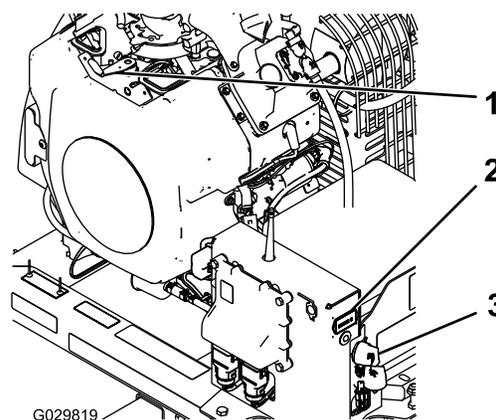

Рисунок 12
3. Поверните ключ зажигания двигателя в положение Пуск (Рисунок 12).
3. Прежде чем покинуть машину, поверните ключ в положение Выкл. и выньте его из замка зажигания (Рисунок 12).